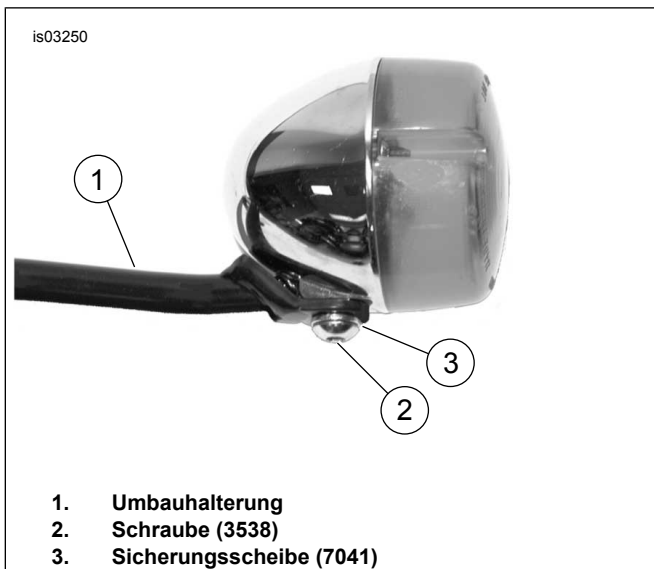
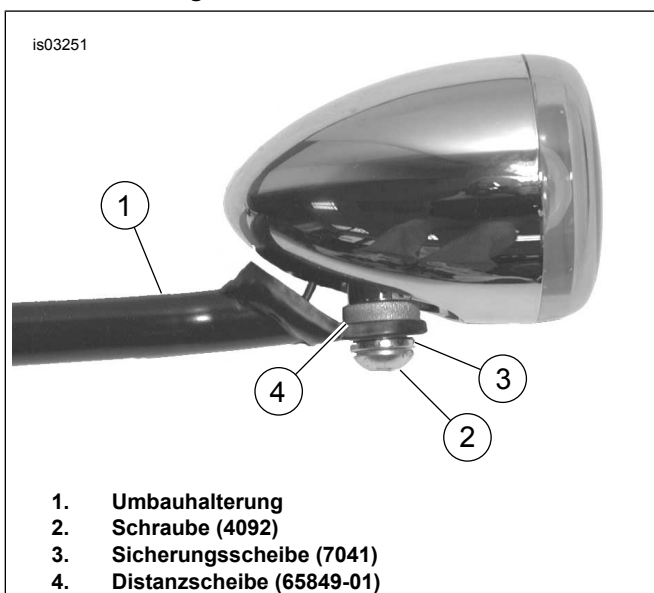

Abbildung 7. 3-in-Blinkerleuchten einbauen
Abbildung 8. 2-3/8-in-Blinkerleuchten einbauen
- a. Siehe Abbildung 7. Loctite 243 (blau) auf das Schraubengewinde auftragen.
- b. Die Blinkerleuchte mit der Schraube (2) und Sicherungsscheibe (3) an der Blinkerumbauhalterung (1) befestigen. Sicher anziehen.
- c. Siehe Abbildung 8. Loctite 243 (blau) auf das Schraubengewinde auftragen.
- d. Die Blinkerleuchte mit der Schraube (2), Sicherungsscheibe (3) und Distanzstück (4) an der Blinkerumbauhalterung (1) befestigen. Das Distanzstück muss zwischen Leuchte und Umbauhalterung eingesetzt werden.